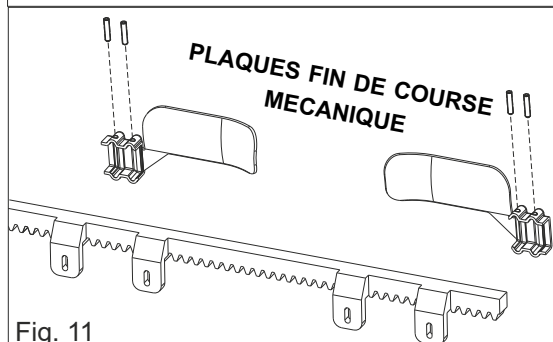
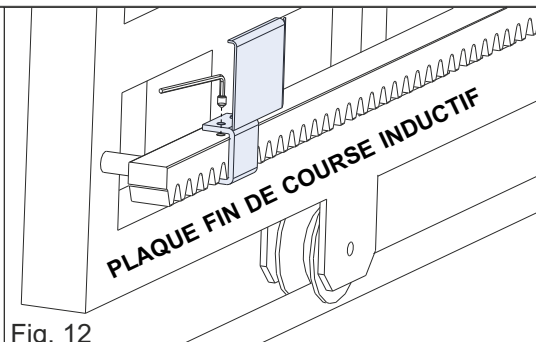
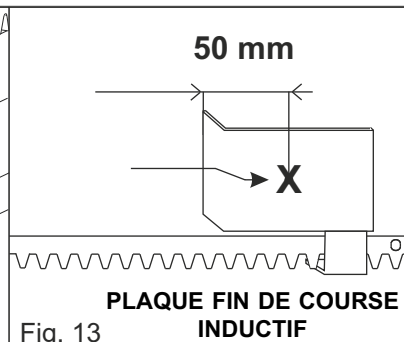
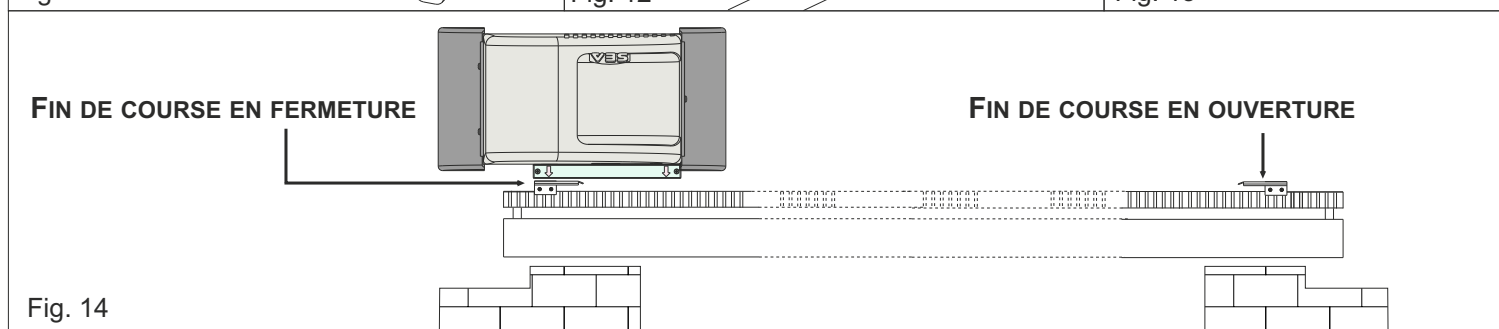

Fig. 11
Fig. 12
Fig. 13
Fig. 14
- **FIN DE COURSE MÉCANIQUE:** positionner la plaque (Fig. 11) sur la crémaillère en fonction de la position de fin de course souhaitée (Fig. 14); fixez la plaque sur la crémaillère à l'aide des vis fournies.
- **FIN DE COURSE INDUCTIF:** positionner la plaque (Fig. 12) sur la crémaillère en fonction de la position de fin de course souhaitée (Fig. 14); fixez la plaque sur la crémaillère à l'aide des vis fournies. Amener le petit tôle d'ouverture du dispositif de fin de course inductif sur l'opérateur (indiqué par une flèche sur le dispositif) en correspondance avec le point «X» de la plaque (à 50 mm du côté plié de la plaque - Fig. 13).
- **FIN DE COURSE MÉCANIQUE:** positionner la plaque (Fig. 11) sur la crémaillère en fonction de la position de fin
de course souhaitée (Fig. 14); fixez la plaque sur la crémaillère à l'aide des vis fournies.
- **FIN DE COURSE INDUCTIF**: positionner la plaque (Fig. 12) sur la crémaillère en fonction de la position de fin de course souhaitée (Fig. 14); fixez la plaque sur la crémaillère à l'aide des vis fournies. Amener le petit tôle de fermeture du dispositif de fin de course inductif sur l'opérateur (indiqué par une flèche sur le dispositif) en correspondance avec le point «X» de la plaque (à 50 mm du côté plié de la plaque - Fig. 13).